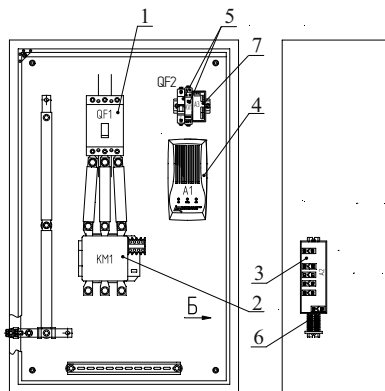

Рисунок 1
4.1 ШУН конструктивно выполнен в прямоугольном металлическом корпусе (рисунок 1), внутри которого размещены: